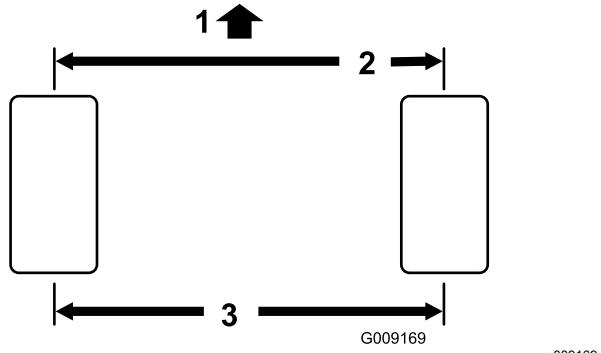

图 68
- 测量前、后转向轮胎中心到中心轮轴高度的距离。前面测量值必须要比后面测量值短 3mm (图 68)。